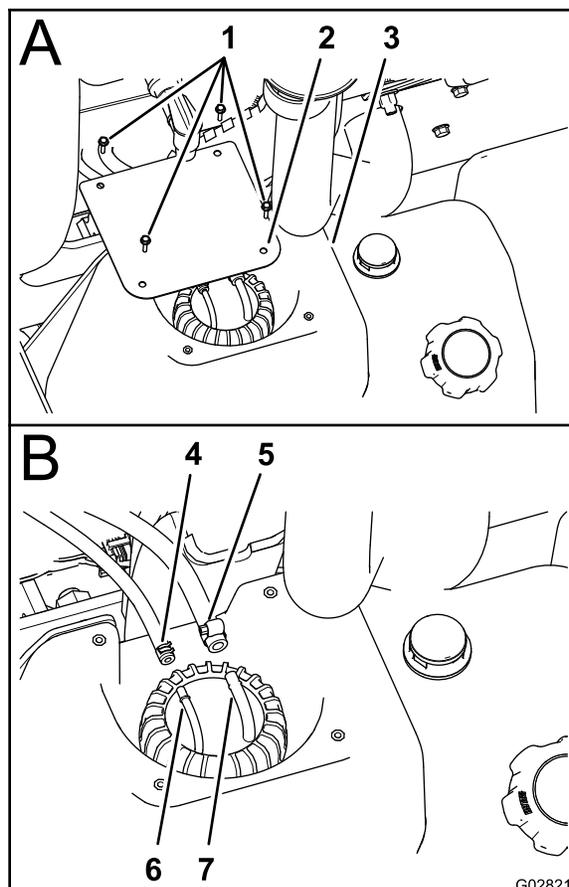

Figura 57
2. En el depósito de combustible, retire los 4 tornillos (N° 10 x 3/4") que sujetan la tapa a la parte superior del depósito de combustible, y retire la tapa (Figura 57).
3. Afloje las abrazaderas que sujetan las 2 mangueras de combustible a los 2 acoplamientos de manguera, en la parte superior del conjunto de tuberías de combustible (Figura 57).
4. Desconecte las dos mangueras de los acoplamientos, y vacíe cualquier combustible de la manguera en un recipiente de combustible homologado (Figura 57).
4. Monte la manguera de combustible de 1/4" (6,4 mm) sobre el acoplamiento de manguera de 1/4" (6,4 mm), y sujete la manguera al acoplamiento con la abrazadera (Figura 57).
5. Monte la manguera de combustible de 5/16" (8 mm) sobre el acoplamiento de manguera de 5/16" (8 mm), y sujete la manguera al acoplamiento con la abrazadera (Figura 57).